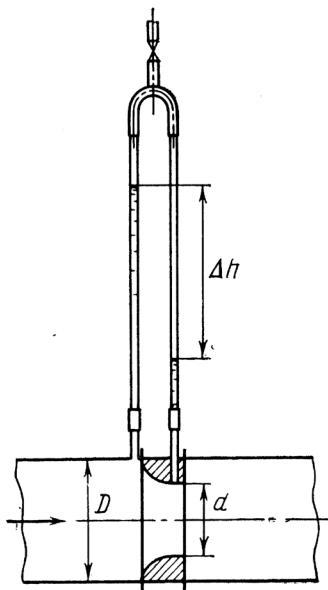

Рисунок 8.2
8.2.4 Для визначення витрати бензину, що подається по трубі з діаметром $D = 20$ мм, встановлено сопло діаметром $d = 10$ мм і приєднані п'єзометри (рис. 8.2). Визначити витрату бензину по трубі, якщо різниця рівнів бензину в п'єзометрах $\Delta h = 1$ м.
8.2.5 Визначити витрату води, якщо різниця п'єзометричних напорів у великому і малому перерізах водомірної труби (рис. 8.2) $\Delta h = 250$ мм, діаметр великого перерізу $D = 200$ мм, діаметр малого перерізу $d = 100$ мм. Коефіцієнт витрати $\mu = 0,98$.